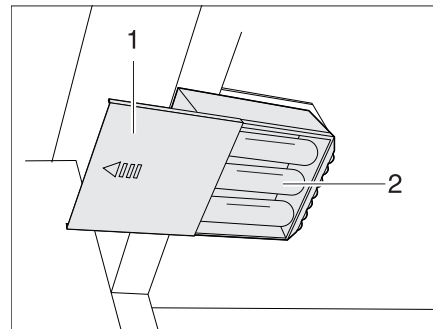

Fig. 183 Eclairage de la penderie avec DEL, compartiment à piles ouvert
- Retirer les piles (Fig. 183,2) du support de piles.
- Mettre en place de nouvelles piles de même type en veillant à la polarité correcte (+/-) (Fig. 183,2).
- Repousser le couvercle (Fig. 183,1) en place.